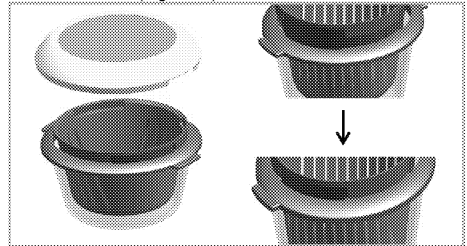

Figura 2: posición del filtro
6. Después de retirar el queso del horno, dependiendo de la receta, inserte la lengüeta del filtro en el hueco que se encuentra en el cuello del envase de vidrio y ponga el colador en la posición de filtrado (Figura 2).